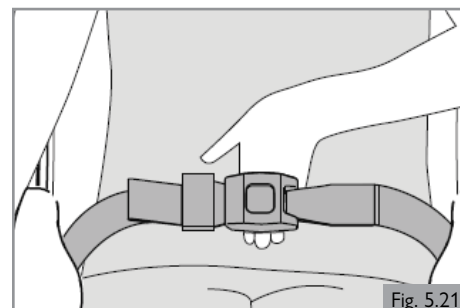

Fig. 5.21
1. Pour le confort et la sécurité de l'utilisateur, tendez la ceinture sous-abdominale de manière à pouvoir seulement passer la main. (Fig. 5.21)